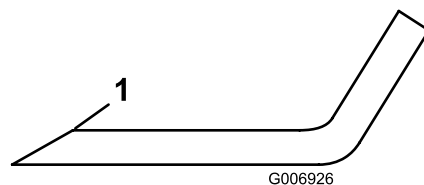

Figura 103
5. Inspeccione los filos de corte de todas las cuchillas. Afílelos si están romos o tienen mellas. Afile únicamente la parte superior del filo y mantenga el ángulo de corte original para asegurar un afilado correcto (Figura 103).
6. Si está romo o tiene desperfectos, afile únicamente el filo superior y mantenga el ángulo de corte original (Figura 103).